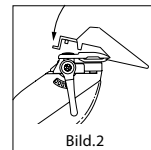

Bild.2
- Sätt fast distanskammen genom att hålla bladtänderna uppåt och fästa den på den nedre delen av klipp huvudet (bild 2).